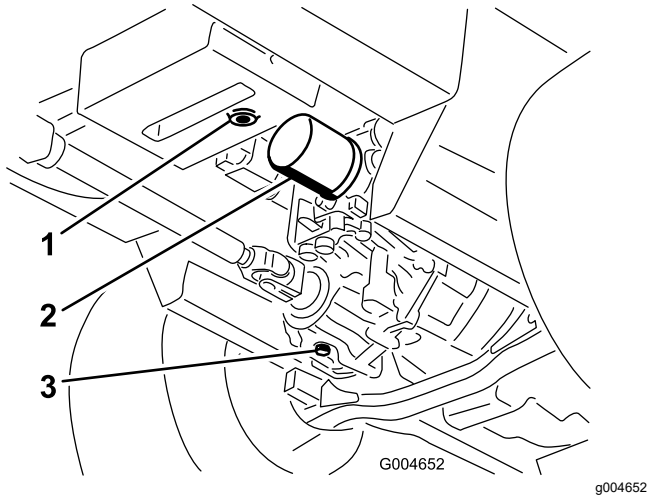

Figura 64
3. Coloque un recipiente grande debajo del depósito de aceite hidráulico y el alojamiento de la transmisión y retire los tapones; deje que se vacíe todo el aceite hidráulico (Figura 64).
4. Limpie la zona alrededor del filtro de aceite hidráulico y retire el filtro (Figura 64).